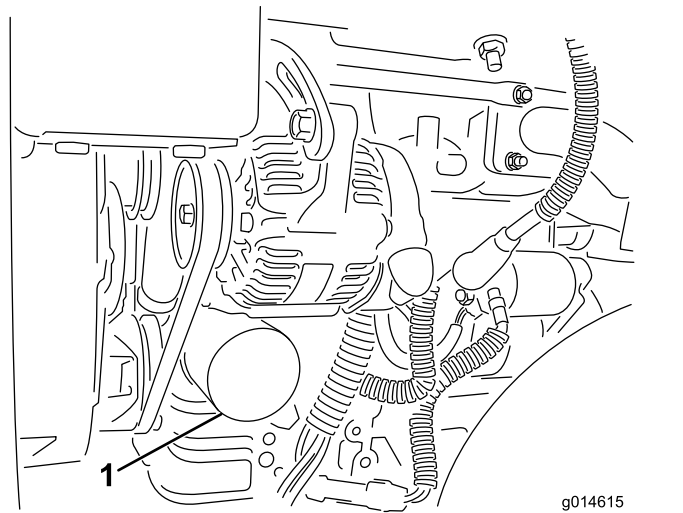

Figure 47
2. Déposez le filtre à huile (Figure 47). Appliquez une fine couche d'huile sur le joint du filtre de rechange.